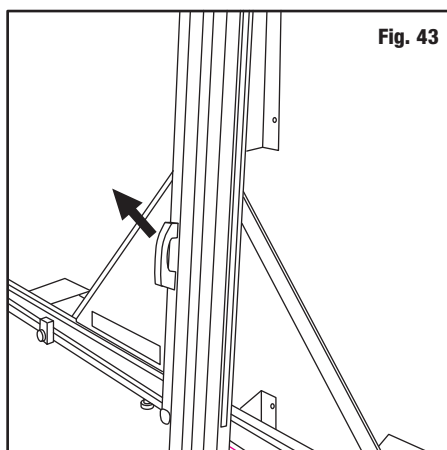

Fig. 43
1. Lift Clamp Handle up (Fig. 43).